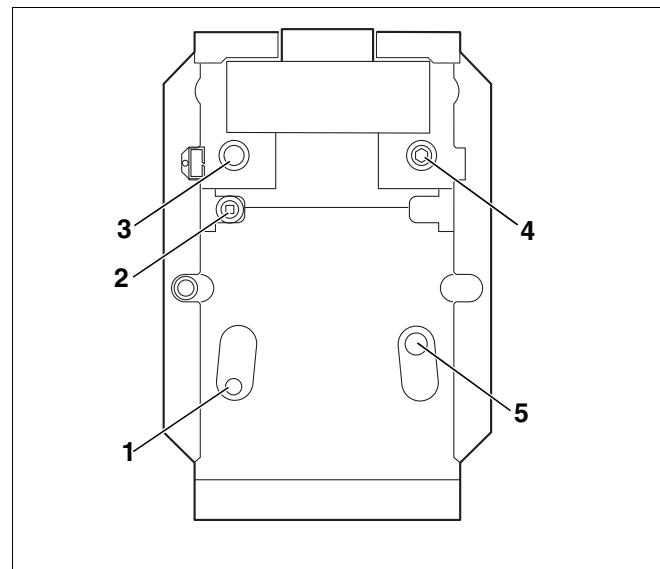

Рис. 5 Подключения Logano G234 WS
- Подключить обратную линию системы отопления к патрубку обратной линии отопительного котла RK (рис. 5, **поз. 5**).
- Подключить подающую линию системы отопления к патрубку на отопительном котле VK (рис. 5, **поз. 3**).
- Установить предохранительный клапан на подающую предохранительную линию VSL (рис. 5, **поз. 4**) под прерывателем тяги.
- Подключить обратную линию бака-водонагревателя к патрубку обратной линии бака RS (рис. 5, **поз. 5**).
- Подключить подающую линию бака-водонагревателя к VS (рис. 5, **поз. 2**).